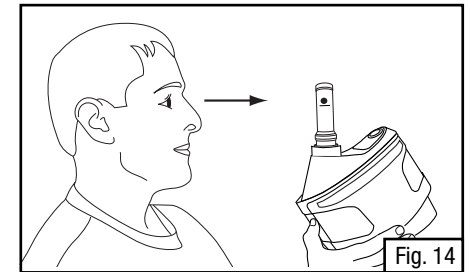

Fig. 14
- Avec le débitmètre en position verticale, s'assurer que le bas de la bille flottante est vis-à-vis ou au-dessus de la marque de débit minimal (Fig. 14). Pour obtenir une lecture exacte, le débitmètre doit se trouver en position verticale.